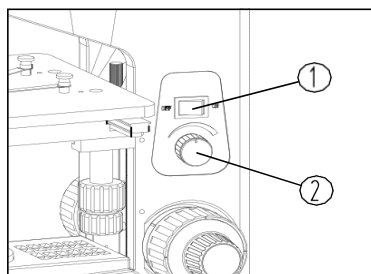
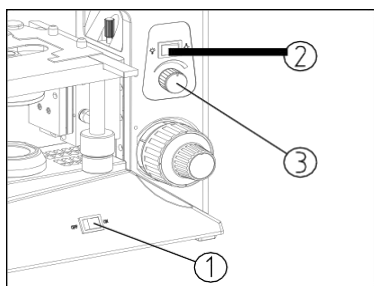

图 14
图 15
#### 3-1 照明 (图 14、图 15)
1 接通电源，将显微镜电源开关①置于“ON”（接通）状态。(如图 14)
(1) 接通电源，将显微镜电源开关①置于“ON”（接通）状态。(如图 15)
(2) 拨动灯源切换开关②可进行反射照明和透射照明切换。当使用反射照明时，将灯源切换开关②置于“”位置，然后调节调光手轮③将照明亮度调到观察舒适为止。当使用透射照明时，将灯源切换开关②置于“”位置，然后调节调光手轮③将照明亮度调到观察舒适为止。